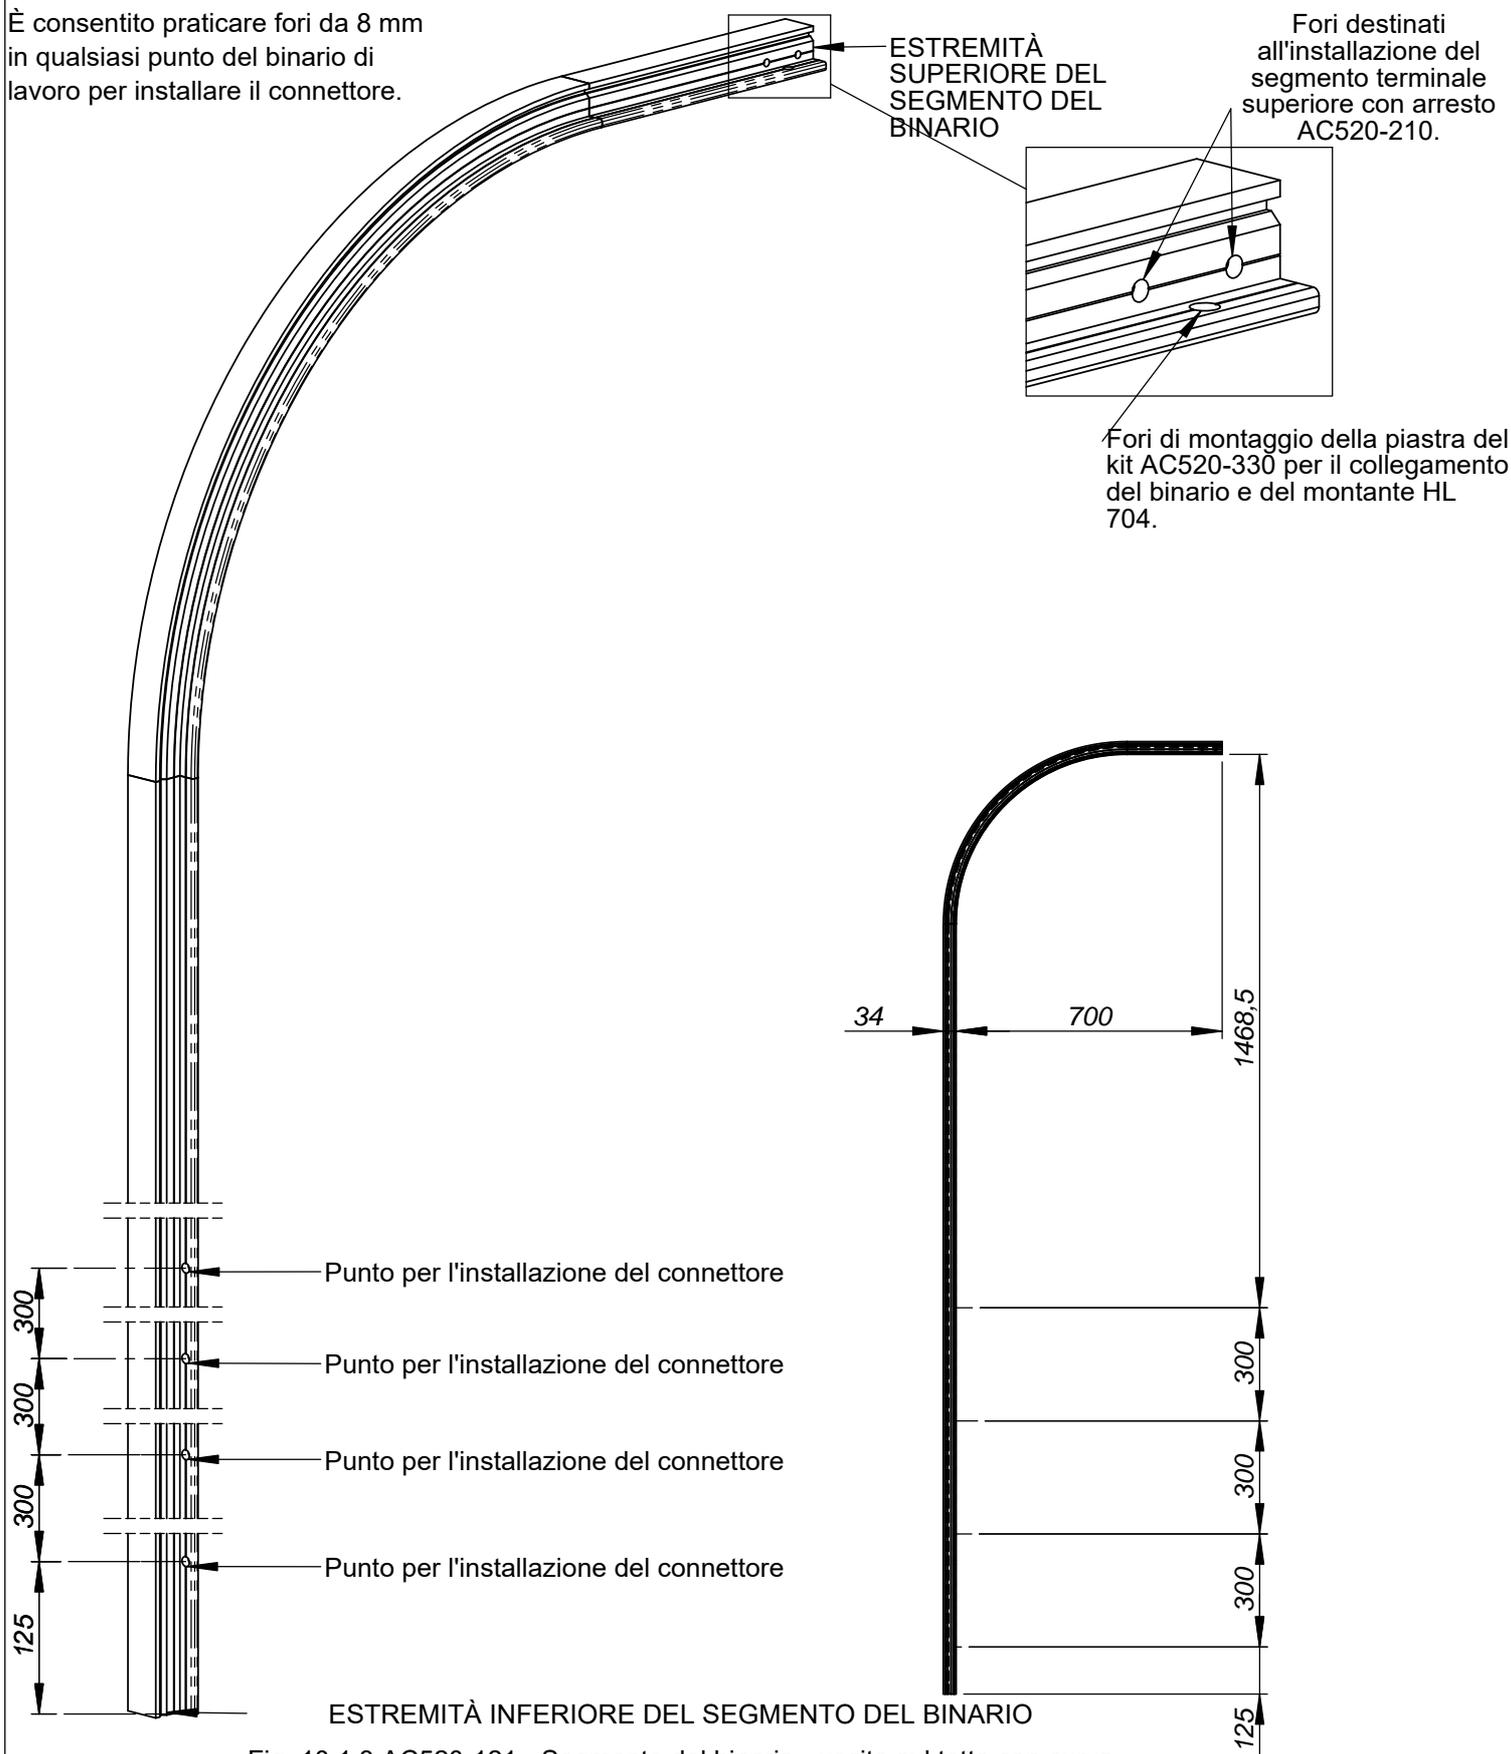

Fig. 10.1.3 AC520-121 - Segmento del binario - uscita sul tetto con curva
10.1.3. AC520-121 - SEGMENTO DEL BINARIO - USCITA SUL TETTO CON CURVA (Fig. 10.1.3)